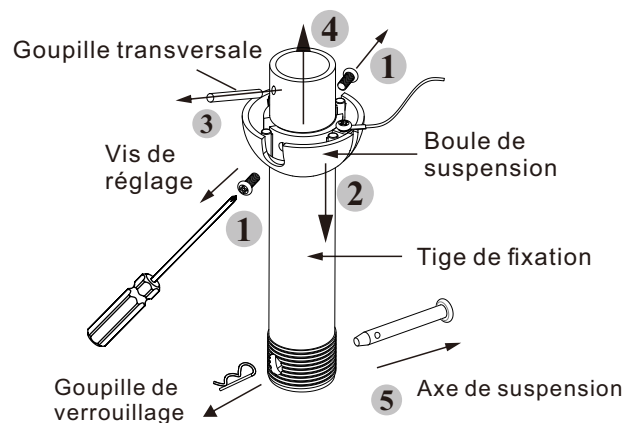

Figure 11
b. Retirez la goupille de suspension et la goupille de verrouillage du tube, puis desserrez les vis de réglage du raccord (voir fig. 11).